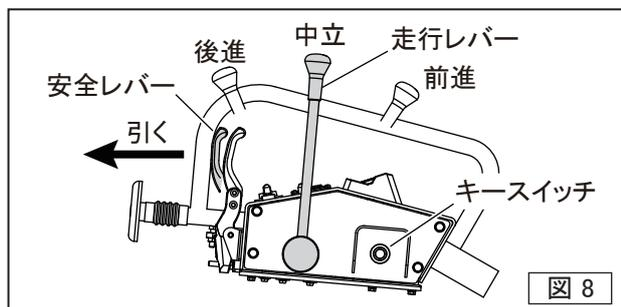

図 8
- キースイッチをオンにして、以下の要領で安全レバーを点検してください。(図8)